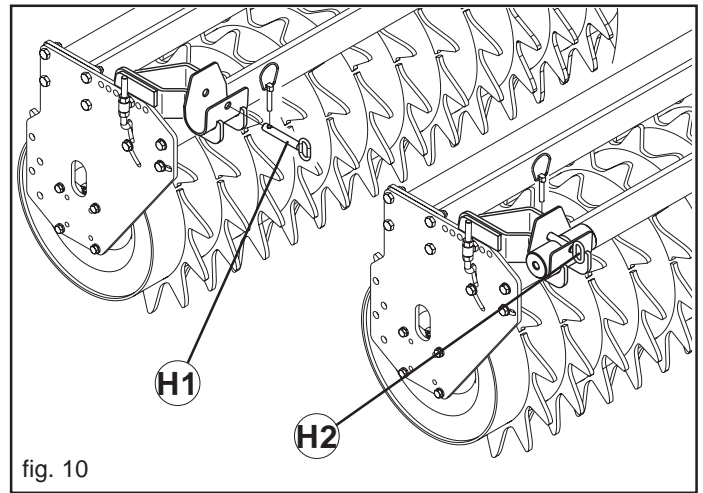

fig. 10
- 2) Rimuovere le spine a scatto e sganciare i perni di sicurezza (H1, Fig. 10).
- 4) Riposizionare i perni di sicurezza con le apposite spine a scatto (H2, Fig. 10).